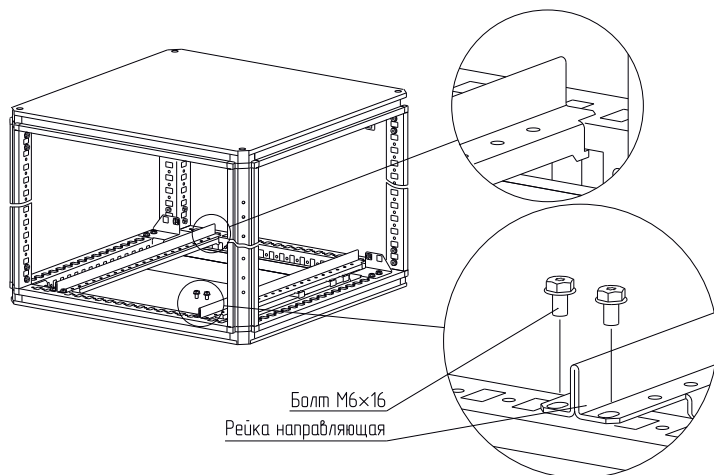

Рисунок 4
4.1.5 Для удобства установки панели монтажной рекомендуется применять направляющие рейки (рисунок 4). Направляющие рейки необходимо закрепить на основании болтами М6×16. Момент затяжки – 7 Н·м. Направляющие рейки и болты М6×16 в комплект не входят и приобретаются отдельно.